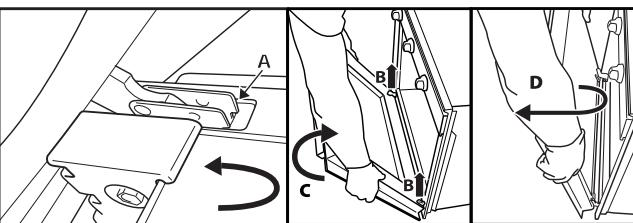

Fig. 2
3. Feche a porta o mais possível (A), levante-a (B) e rode-a (C) até ficar solta (D) (Fig. 2).